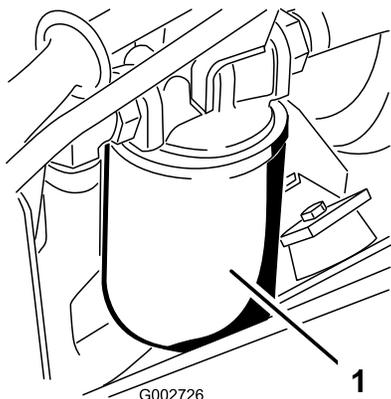

Bild 45
- Stellen Sie eine Auffangwanne unter den Hydraulikfilter, der sich links an der Maschine befindet (Bild 45).
- Montieren Sie den neuen Hydraulikfilter (Bild 45), indem Sie ihn von Hand soweit eindrehen, bis die Dichtung den Filterkopf berührt, und ziehen Sie den Filter dann um eine weitere 3/4 Umdrehung an.